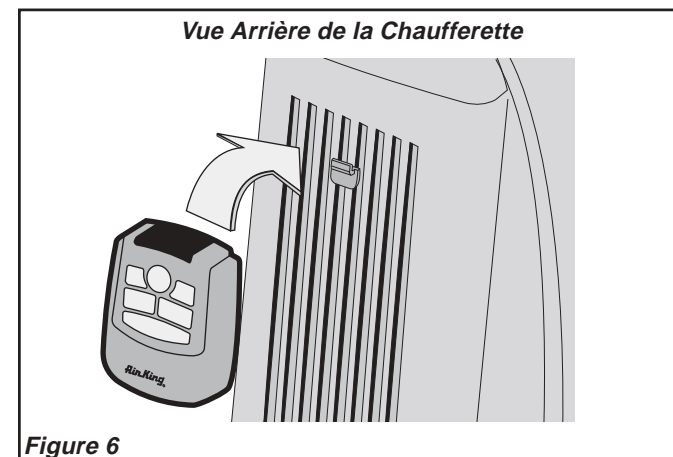

Figure 6
3. Le crochet pour la télécommande est situé à l'arrière de la Chaufferette. (Figure 6)